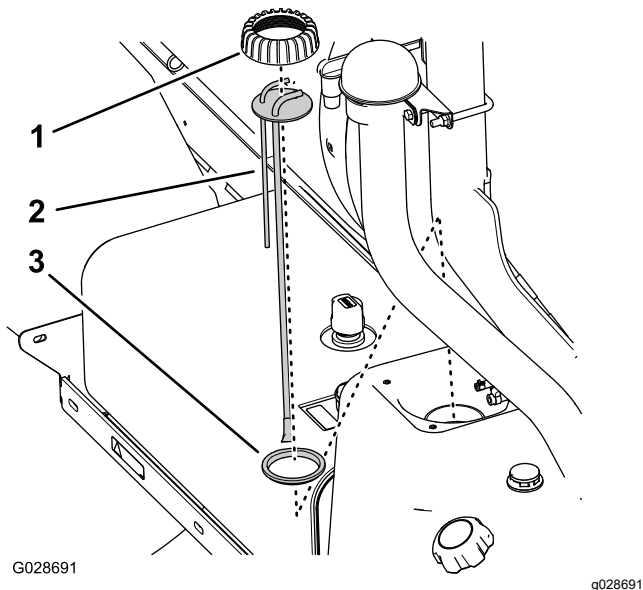

Рисунок 83
5. Поверните крышку вертикальной трубы / датчика уровня топлива против часовой стрелки, затем снимите крышку (Рисунок 83).
6. Поднимите узел вертикальной трубы / датчика уровня топлива, чтобы снять его с топливного бака (Рисунок 83).
1. Установите крышку на вертикальную трубу и вставьте вертикальную трубу в уплотнение (Рисунок 83).
2. Совместите крышку, вертикальную трубу и уплотнение с баком и осторожно вставьте новый узел вертикальной трубы в топливный бак (Рисунок 83).
3. Установите крышку на горловину топливного бака и затяните крышку от руки (Рисунок 83).